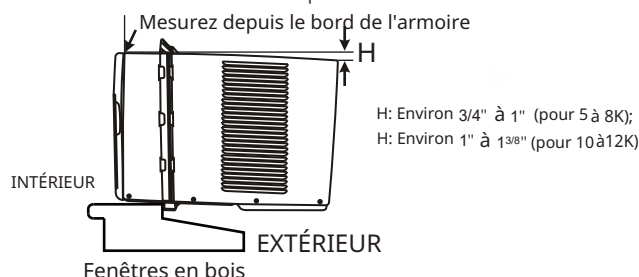
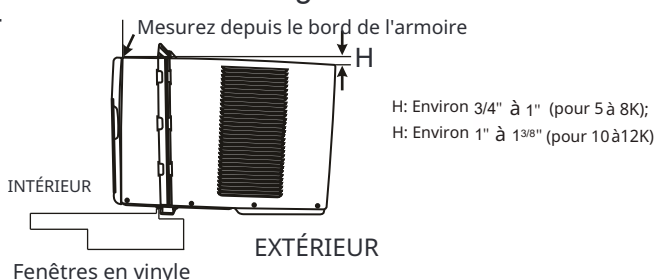

Fig.5A
Fig.5B
A. Tenez fermement le climatiseur, placez soigneusement l'unité dans l'ouverture de la fenêtre de sorte que le bas du cadre du climatiseur soit contre le rebord de la fenêtre (Fig.5A et Fig.5B). Fermez soigneusement la fenêtre derrière le rail supérieur de l'unité.
REMARQUE: Vérifiez que le climatiseur est incliné vers l'arrière d'environ H (Fig.5A et Fig.5B) (incliné d'environ 3° à 4° vers le bas vers l'extérieur). Après une installation correcte, les condensats ne doivent pas s'écouler par le trou de trop-plein pendant une utilisation normale, corrigez la pente sinon.